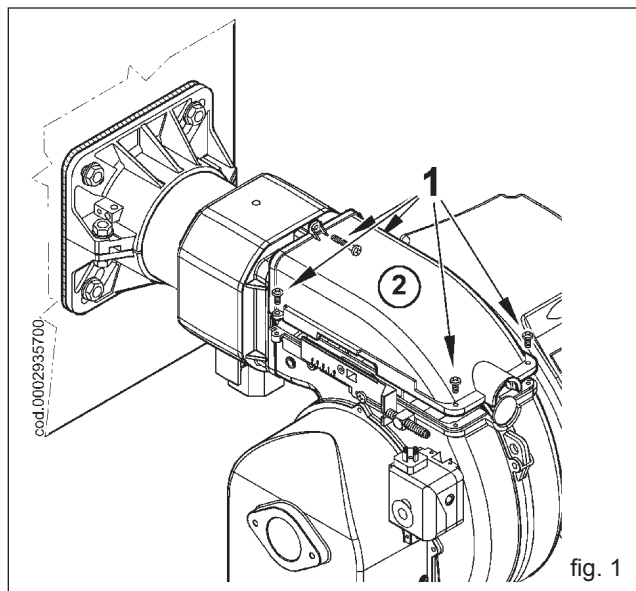

fig. 1
- 1) Открутите винты и снимите крышку 2 (рисунок 1).
- 1) Опираясь на инструкции из параграфа "Обслуживание", снимите узел смесителя, открутите винт (1), соединяющий выдвижную штангу (2) узла с газоподводящей трубой (3), вынимая его через петлю (4) на изогнутом штуцере (рисунок 1).
- 2) Поверните на 180° изогнутый штуцер так, чтобы отверстие газоподводящей трубы совпадало с петлей (4а), расположенной на штуцере в противоположном по диаметру положении. Соедините выдвижную штангу (2) с трубой подвода газа (3) при помощи винта (1), как показано на рисунке 1.
- 3) Теперь снимите 4 гайки (5), показанные на рисунке 2, демонтируйте трубу пламени (6) и, сняв установочные штифты выньте камеру (7). Поместите резьбовое соединение камеры для крепления газовой рампы в сторону верха.
- 4) Для завершения операции закрепите трубу пламени (6) и камеру (7) 4 гайками (5), а после вставьте в паз узел смесителя.